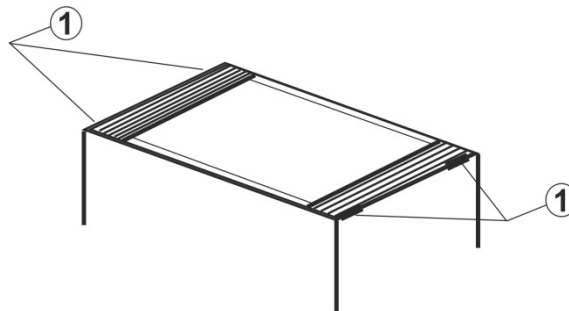

Fig. 4: Substituição das pilhas internas
2. Retirar a cobertura situada na parte inferior do instrumento, usando uma chave de parafusos nos pontos indicados (1) e desapertar os 4 parafusos de fixação (ver Fig. 4)